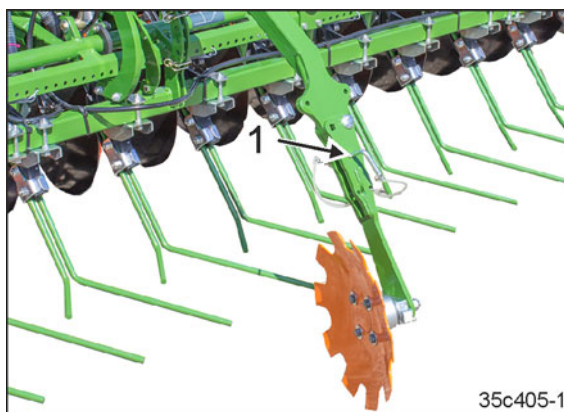

Fig. 241
3. Fixați îmbinarea cu bolțul (Fig. 241/1) și asigurați-o.